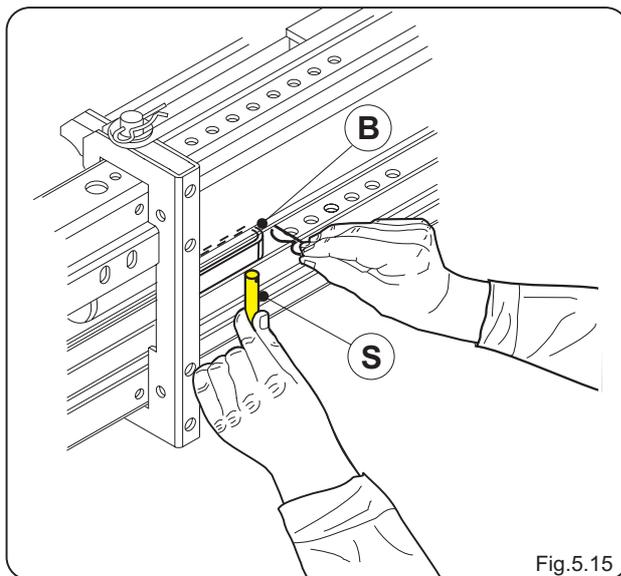

Fig.5.15
- Introduire à nouveau la goupille **S** (Fig.5.15).